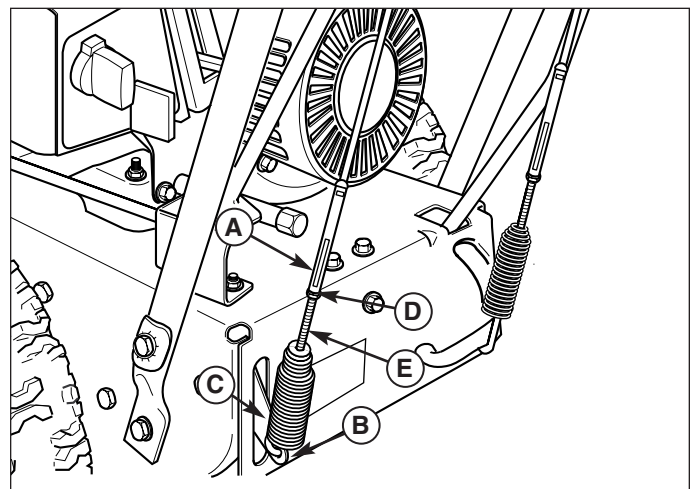

Figure 17. Réglage de la commande de traction
2. Pour régler la tension du câble, desserrer l'écrou de réglage (D, Figure 17) en tenant les méplats de réglage (A). Tourner la vis de réglage. La vis de réglage est une vis Phillips dont la tête peut être immobilisée ou tournée en introduisant un tournevis à travers le ressort du câble d'embrayage de traction.